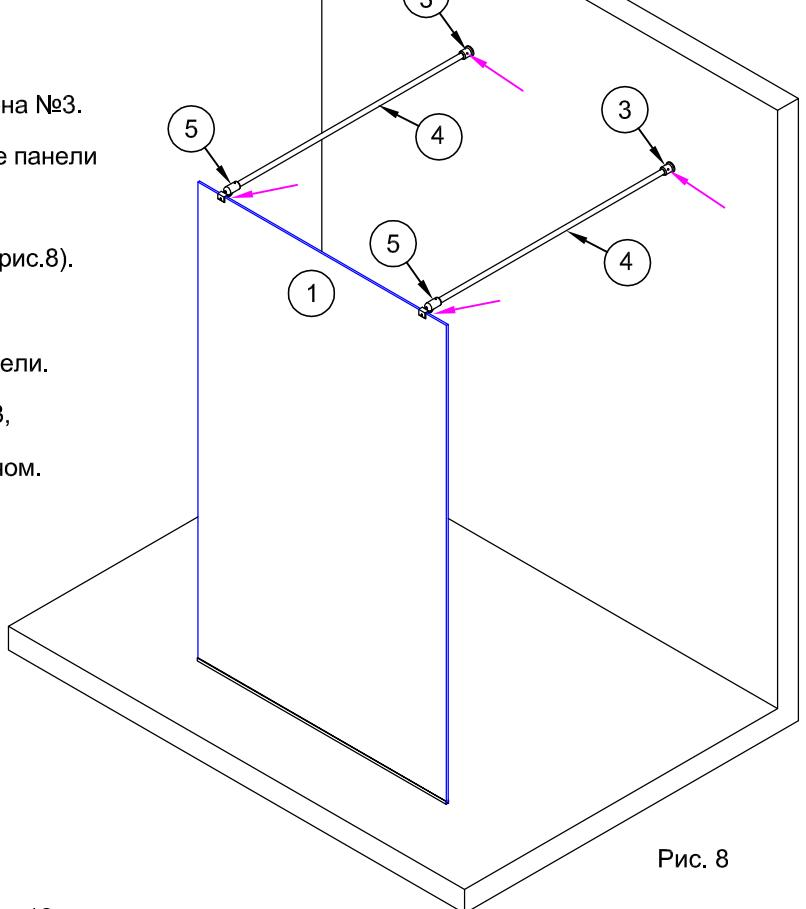

Рис. 8
Отступ от внешних углов стекла до держателей штанги №5 50 - 100 мм. Временно зафиксируйте на стекле держатели штанги, закрутив винты шестигранным ключом (рис.8).
3.6. Установить штанги в крепления штанга-стена №3. Крепления штанга-стекло №5 разместить на стекле панели (рис.8). Зафиксировать крепления №5 на стекле, закрутив винты креплений шестигранным ключом (рис.8).